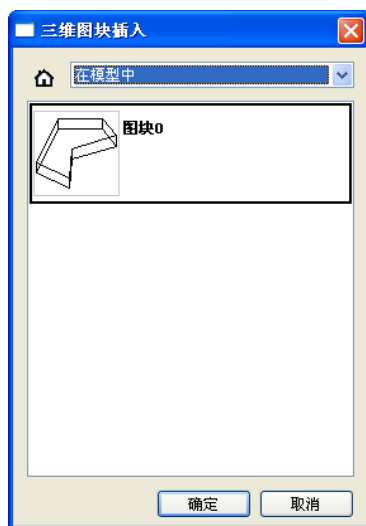

图 6-5 插入块对话框
1. 选择 [扩展编辑] | [块管理] | [插入三维块引用]；弹出“三维块插入对话框”，如图 6-5 所示；